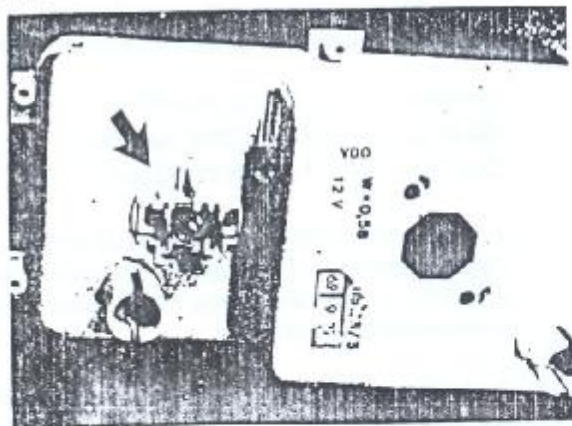

Figura 9.57.3 - Fixação do indicador de combustível
3. Remover a porca de fixação do conjunto do indicador de combustível e remover o conjunto (Figura 9.57.3).
1. Instalar o conector, no indicador de combustível. Posicionar o indicador de combustível na carcaça e instalar a porca de fixação (Figura 9.57.3). Observar as posições de montagem verificadas durante a desmontagem.